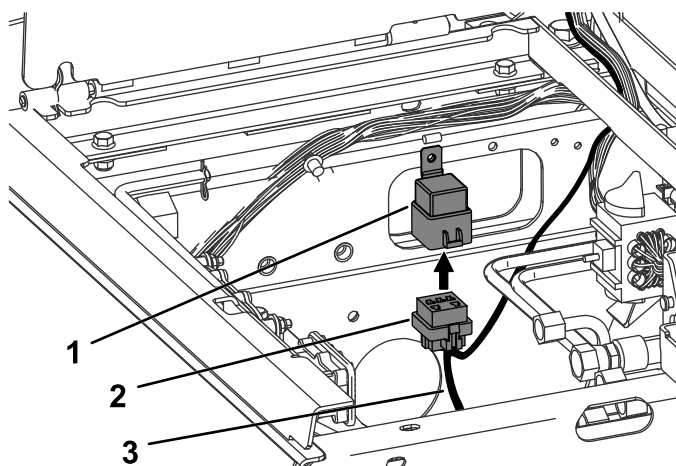

Figuur 26
7. Bevestig het relais met de bijgeleverde zelftappende schroef op de relaishouder, zoals getoond in Figuur 26.